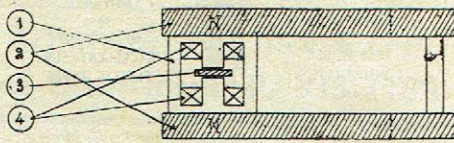

Fig. 2
La figure 2, extraite aussi du brevet original, est le profil de la figure 1. Dans ces figures (1) est le circuit magnétique constitué par un paquet de tôles serrées entre les pôles de même nom de deux aimants (2).
Revenons à la théorie du fonctionnement alléguée par les feuilles soumises. Parlant du mode de vibration de l'anche entre les deux masses de tôles de même signe décrites ci-dessus, on prétendrait nous faire admettre que l'anche, « étant polarisée, se trouve attirée par un de ces pôles et repoussée par l'autre », et que « on a ainsi une double action sur l'anche ». Nous avons l'appareil en mains. Nous avons pu apprécier la valeur du champ magnétique de l'aimant permanent et celle du flux que peut produire le solénoïde, et nous serions reconnaissants aux personnes qui nous expliqueraient comment, étant donné que les tôles représentées de profil sur la figure 2 sont portées à une polarité Nord, le flux du solénoïde pourrait faire naître sur un des noyaux de ces tôles